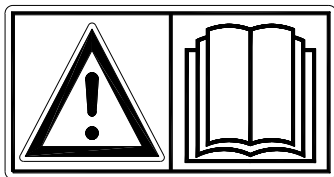

Fig. 1
**Lisez et comprenez** (Fig .1) le mode d'emploi avant de commencer à utiliser le Speed-Clean. Si la machine n'est pas utilisée de la manière décrite dans le mode d'emploi, il existe un risque de blessures et/ou le Speed-Clean peut être endommagé.
- (1) Lors de l'utilisation de la machine, l'utilisateur doit être compétent et avoir correctement réglé la machine en fonction du sol à traiter.